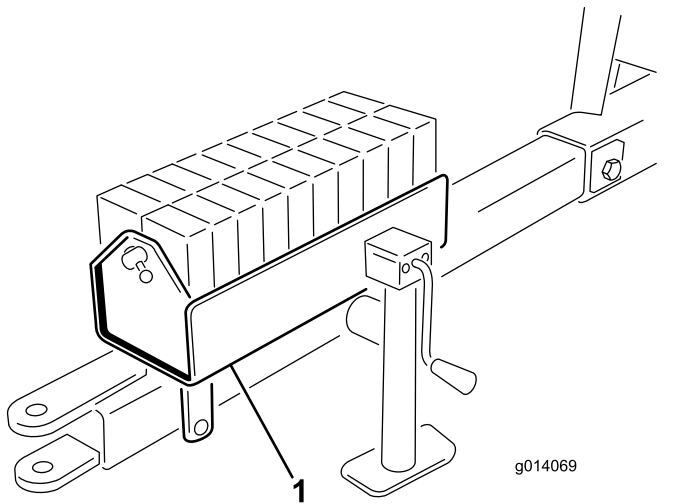

図 6
5. ウェイトケースにウェイトを入れ、バーとピンを取り付ける **図 6**。